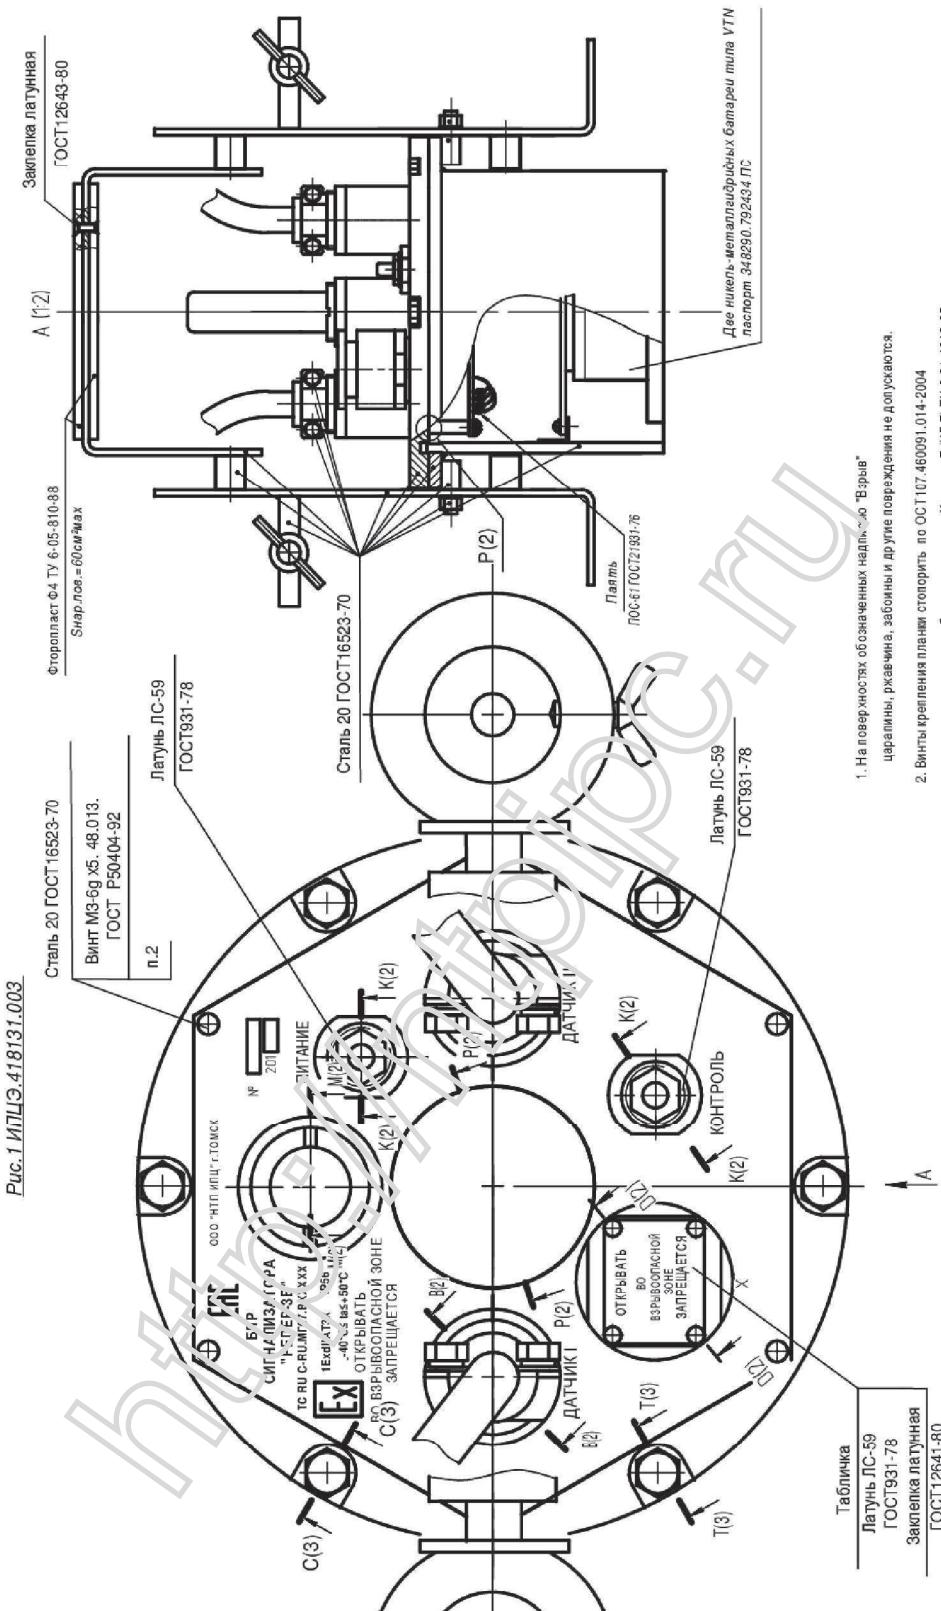
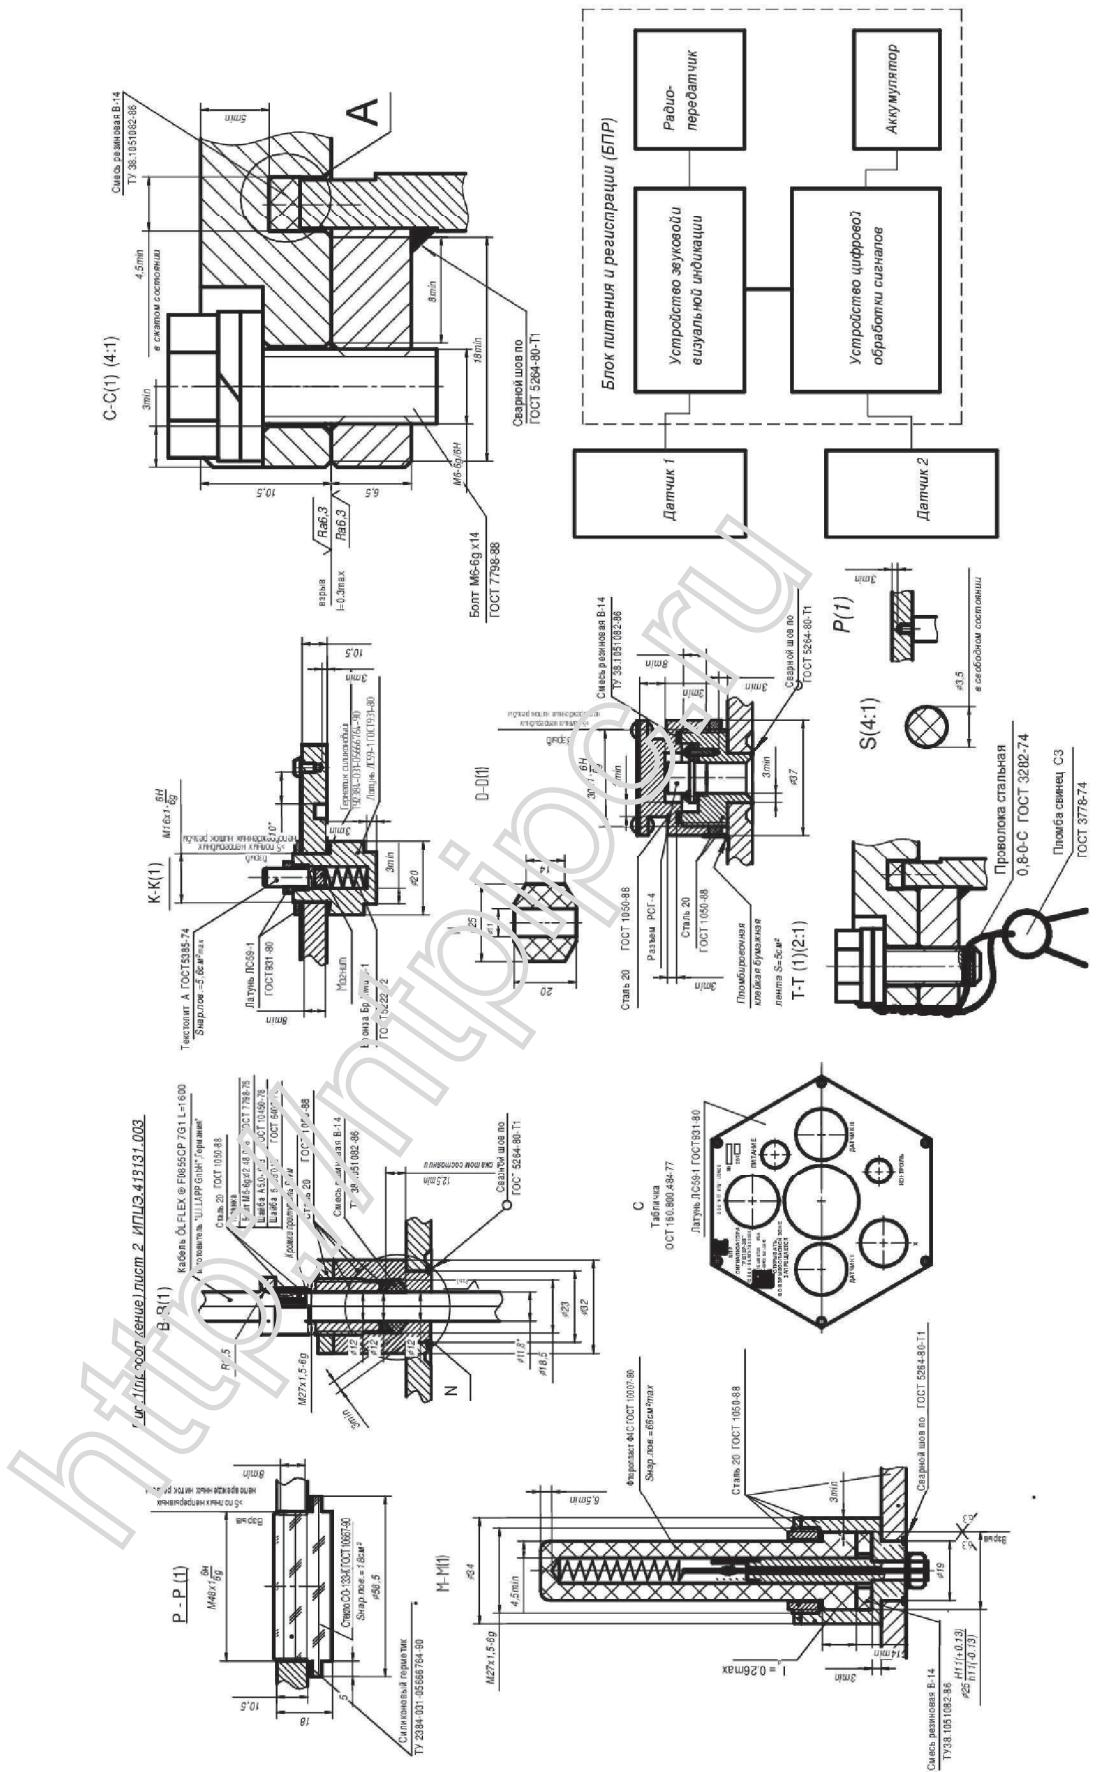

Рис. 5 – Чертёж средств взрывозащиты блока БПР сигнализатора «Репер-3В».
Рис. 6 – Чертёж средств взрывозащиты блока БПР сигнализатора «Репер-3В» (продолжение).
1.6.2.1 Взрывонепроницаемость оболочки блока БПР обеспечивается герметизацией полости за счёт сварного соединения, а также обеспечивается щелевой взрывозащитой, параметры которой указаны на чертежах средств взрывозащиты Рис. 5, Рис. 6. На взрывозащитных поверхностях, обозначенных на чертеже средств взрывозащиты надписью «Взрыв», наличие раковин, трещин, отслоений и других дефектов не допускается.